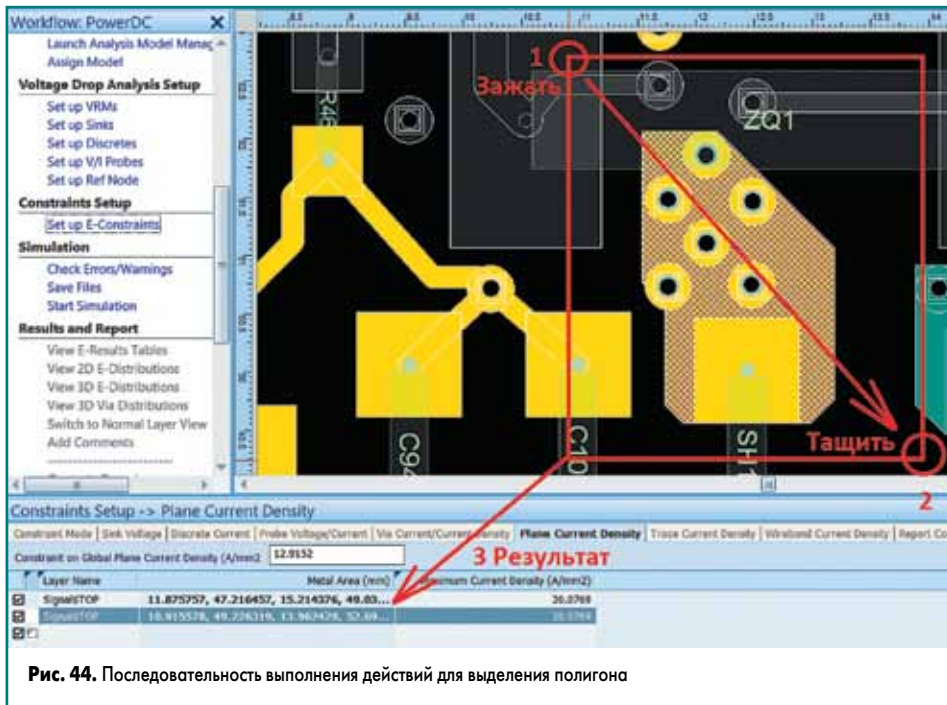

Рис. 44. Последовательность выполнения действий для выделения полигона
- Далее остается захватить необходимый полигон в прямоугольную область, зажав ЛКМ и проведя мышкой из одной вершины прямоугольного выделения в другую. Необходимо следить за тем, чтобы пустая строка в момент создания области выделения была активной (рис. 44). Иначе данные о вершинах полигона не запишутся в нужную строку и потеряются.